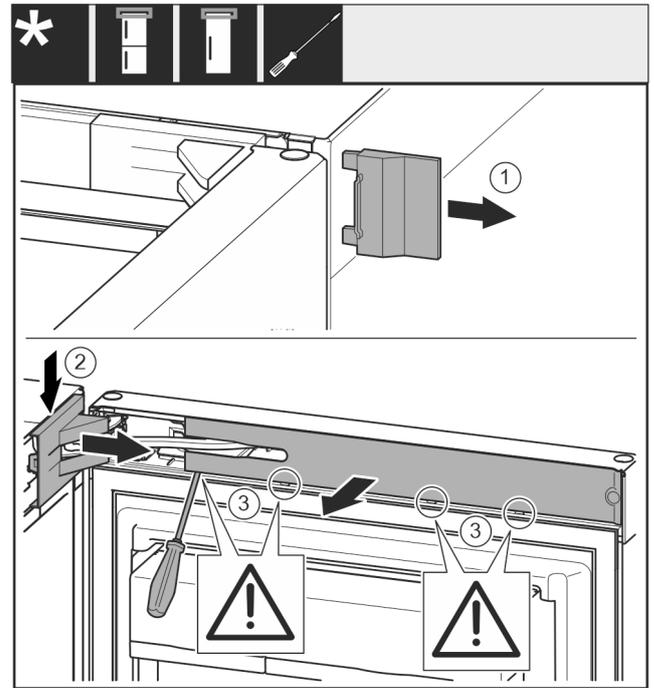

Fig. 9
- ▶ Снимите крышку Fig. 9 (1).
- ▶ При помощи отвертки отцепите крышку опорного кронштейна Fig. 9 (2) и отсоедините ее.
- ▶ Снимите крышку опорного кронштейна Fig. 9 (2).
- ▶ При помощи шлицевой отвертки отцепите накладку Fig. 9 (3) и отведите ее в сторону.